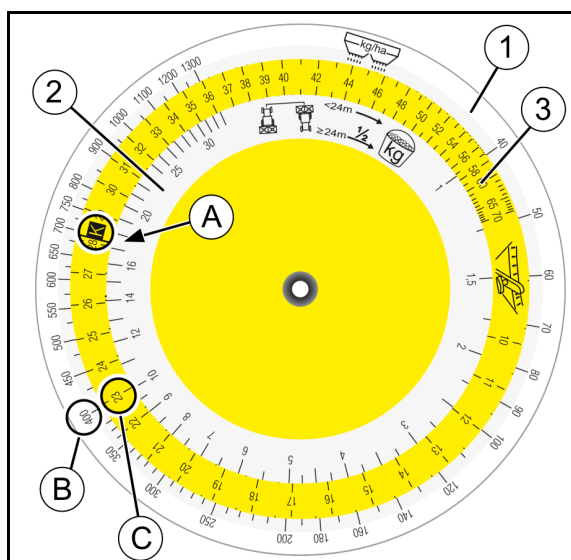

Fig. 60
7. Tag regneskiven til indsåningen i hånden. Find talværdien **17,5 (A)** på skalaen (Fig. 60/2) for den opsamlede mængde [kg], og sæt den over for position **K (B)** på den farvede skala (Fig. 60/3).
8. Find den ønskede spredemængde (400 kg/ha) (C) på skalaen for spredemængde (Fig. 60/1), og aflæs den nødvendige spjældstilling (position) **23 (D)**.